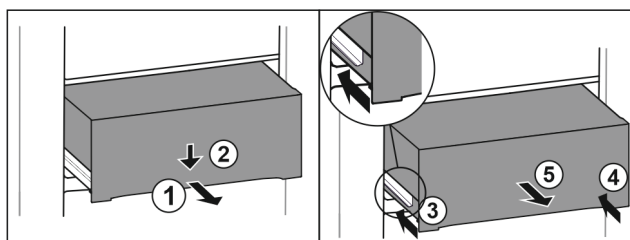

Fig. 104
- Predal izvlecite do polovice. Fig. 104 (1)
- Predal na sprednji strani potisnite navzdol. Fig. 104 (2)
- Levo vodilo potisnite približno 2 cm noter. Fig. 104 (3)
- Desno vodilo potisnite približno 2 cm noter. Fig. 104 (4)
- Predal vzemite ven v smeri naprej. Fig. 104 (5)